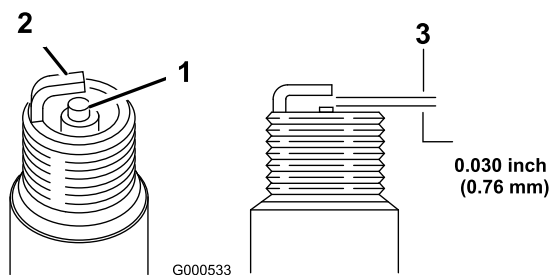

Figure 28
5. Réglez l'écartement des électrodes à 0,76 mm (0,030 po), comme montré à la Figure 28.